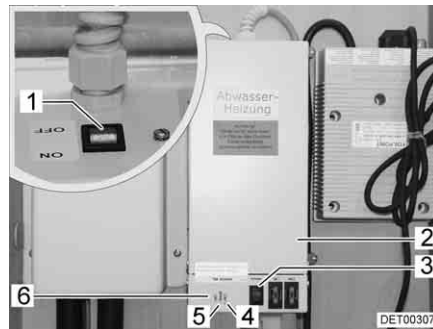

Fig. 131 Trasformatore con apparecchio di regolazione
Il trasformatore 230 V AC/12 V DC (Fig. 131,2) è montato, a seconda del modello, nell'armadio guardaroba o nella cassapanca della dinette.
- La spia di controllo (Fig. 131,5) diventa verde: Regolazione in funzione
- Le spie di controllo (Fig. 131,4 e 6) diventano rosse: Le tubazioni delle acque grigie vengono riscaldate
Nell'involucro è incorporato un pulsante di prova (Fig. 131,3) che consente di mettere in funzione brevemente l'apparecchio di regolazione. La pressione sul pulsante di prova consente di testare il funzionamento del riscaldamento anche quando la temperatura ambiente è superiore a 5 °C.
- Posizionare su "ON" l'interruttore (Fig. 131,1) sul trasformatore (Fig. 131,2).
- Posizionare su "OFF" l'interruttore (Fig. 131,1) sul trasformatore (Fig. 131,2).